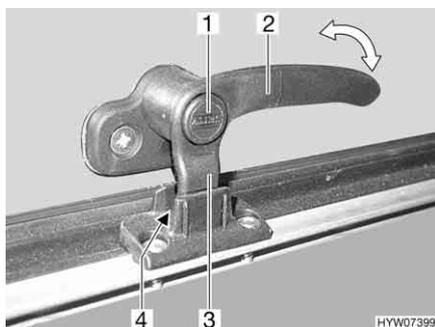
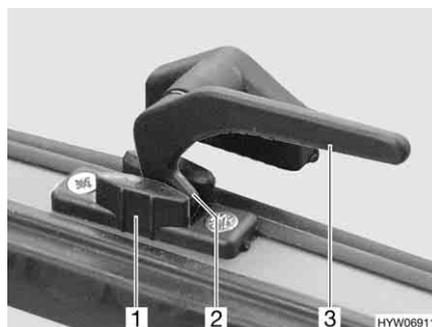

Fig. 100 Alavanca de trava com botão de segurança na posição "Arejamento contínuo"
Fig. 101 Alavanca de trava na posição "Arejamento contínuo"
- Na posição "Arejamento contínuo" (Fig. 100 e Fig. 101)
- Se disponível, prima o botão de segurança (Fig. 100,1) e mantenha-o premido.
- Gire todas as alavancas de trava (Fig. 100,2 ou Fig. 101,3) um quarto de volta na direção do meio da clarabóia.
- Gire novamente para trás todas as alavancas de trava. Nessa ocasião, introduza a ponta de trava (Fig. 100,3 ou Fig. 101,2) no entalhe do dispositivo de bloqueio da clarabóia (Fig. 100,4 ou Fig. 101,1).